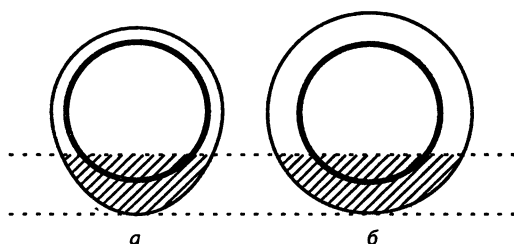

Рис. 10.16. Бак стиральной машины: а — овальной формы; б — цилиндрической формы
**Бак.** Изготавливается традиционно из стального листа. Баки могут быть как хромированными (нержавеющие баки), так и эмалированными. В настоящее время баки стали также изготавливать из пластмассы. Они дешевле и технологичнее металлических, стойки к коррозии, менее теплопроводны и звукопроводны. Но пластмассовые баки более хрупкие (обламываются крепежные ушки, образуются трещины при сильных ударах при перевозке. Чаще всего бак имеет форму правильного цилиндра. В ряде случаев для дополнительной экономии воды при стирке баку придают форму овального цилиндра (рис. 10.16).